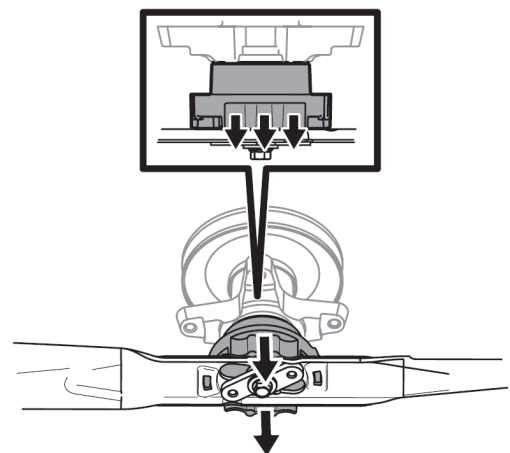

Figure 50
6. ブレードが適切にロックされると、カチッという音が聞こえます。図50を参照してください。